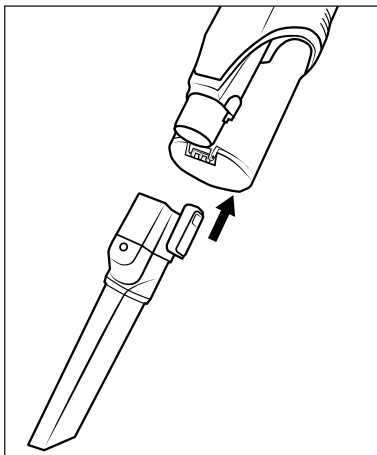

Fig. 14
- ◆ Coloque o acessório no tubo de aspiração **24** ou na abertura de aspiração do aparelho, encaixando-o até ouvir um estalido (ver fig. 14). Tenha atenção à posição correta do bloqueio.